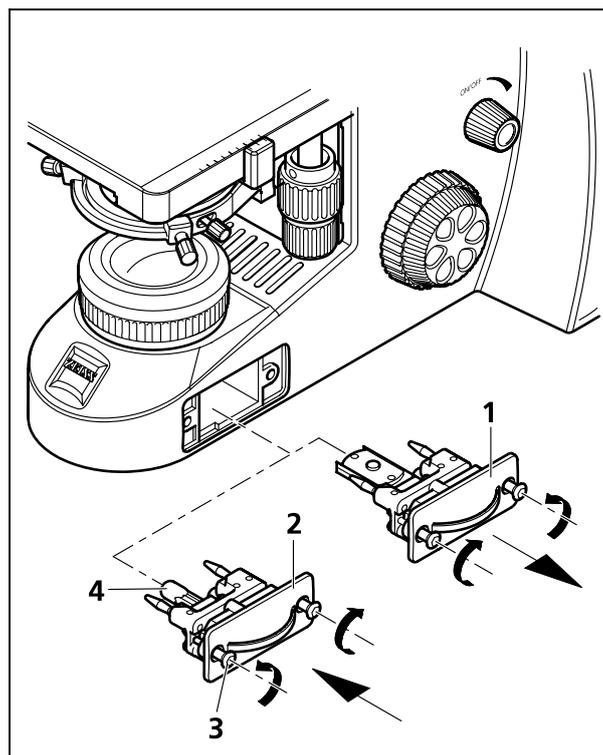

Fig. 13 Remplacement de la lampe halogène 6 V / 30 W ou de l'éclairage LED
- Desserrez les deux vis d'arrêt (Fig. 13/3) du module d'éclairage (Fig. 13/1 ou 2). Pour cela, appuyez légèrement sur les vis montées sur ressort et tournez-les de 90° : tournez la vis gauche dans le sens horaire et la vis droite dans le sens antihoraire.
- Sortez le module d'éclairage (Fig. 13/1 ou 2) du statif.
- Si le statif est équipé d'une lampe halogène 6 V / 30 W (Fig. 13/2), sortez la lampe halogène (Fig. 13/4) du module d'éclairage et remplacez-la par une lampe neuve. Ne saisissez pas la lampe neuve à mains nues pour éviter de la souiller, ce qui entraînerait une réduction de sa durée de vie.
- Si le statif est équipé d'une LED, remplacez le module d'éclairage en entier avec la LED (Fig. 13/1).
- Engagez le module d'éclairage (Fig. 13/1 ou 2) dans le statif et immobilisez-le avec les deux vis (Fig. 13/3). Pour cela, appuyez légèrement sur les vis montées sur ressort et tournez-les de 90° : tournez la vis gauche dans le sens antihoraire et la vis droite dans le sens horaire.